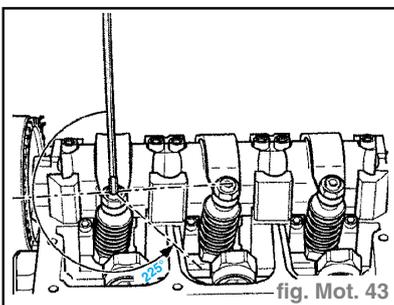

fig. Mot. 43
- Dévisser la vis de réglage de **225°** à partir de la butée (fig. Mot. 43).